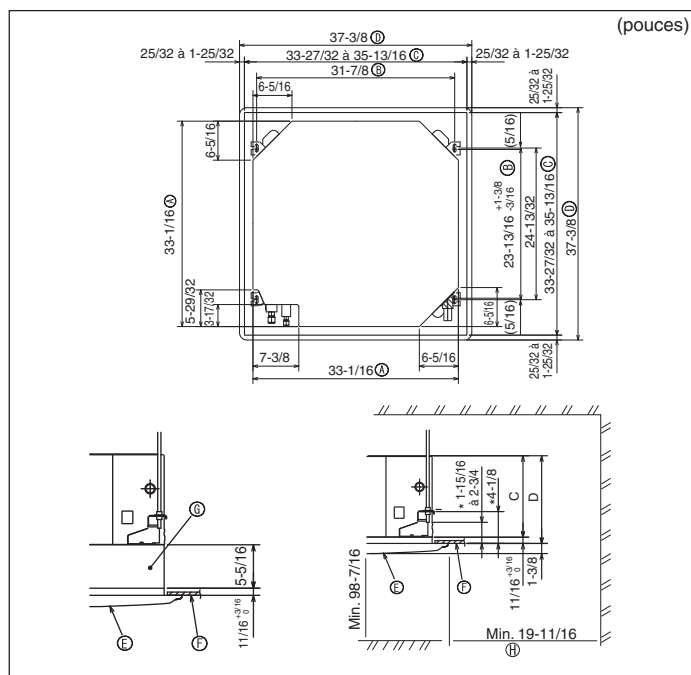

Fig. 3-2
3.2. Ouvertures dans le plafond et emplacement des boulons de suspension (Fig. 3-2)
* Les dimensions de l'ouverture dans le plafond peuvent être définies au sein de la plage indiquée dans la Fig.3-2 ; centrer l'appareil principal par rapport à l'ouverture dans le plafond, en veillant à la symétrie de chaque côté par rapport à l'orifice.